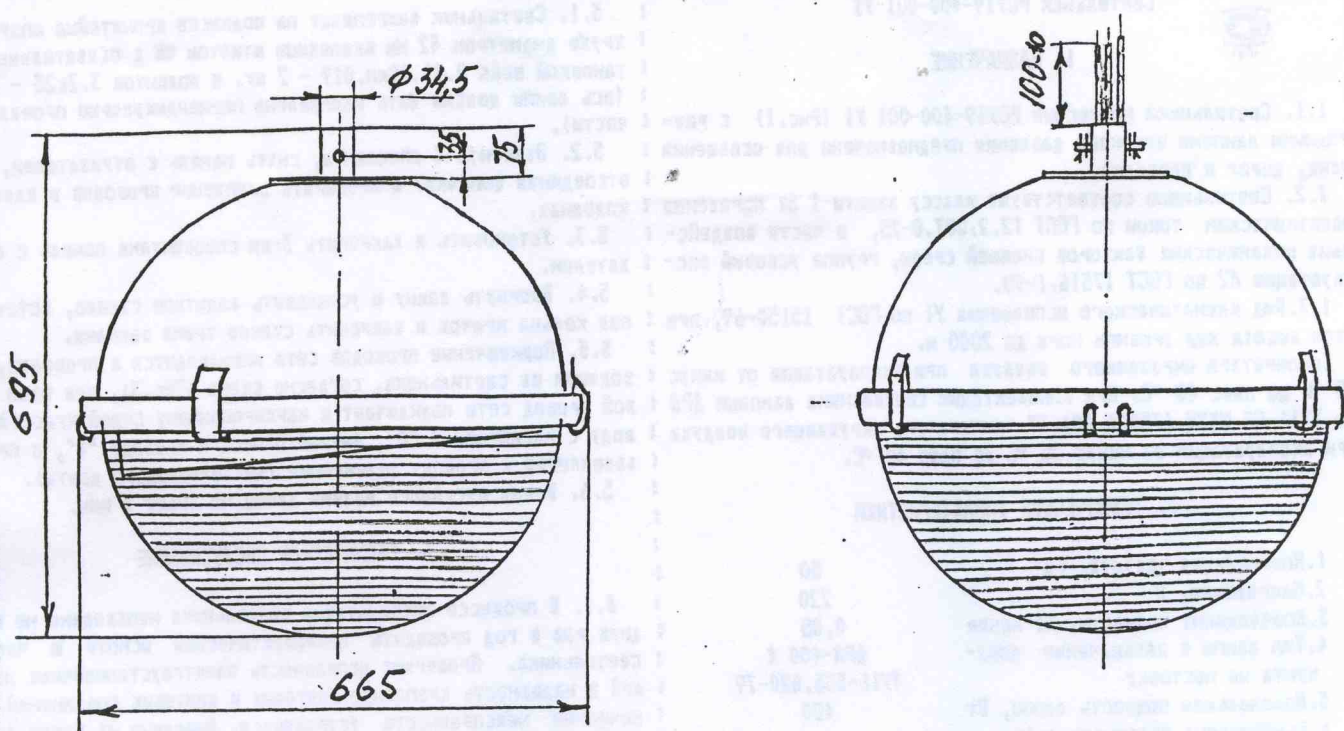

Рис. 1
1.1. Светильники подвесные РСУ19-400-001 У1 (Рис.1) с рядомными лампами высокого давления предназначены для освещения улиц, дорог и площадей.